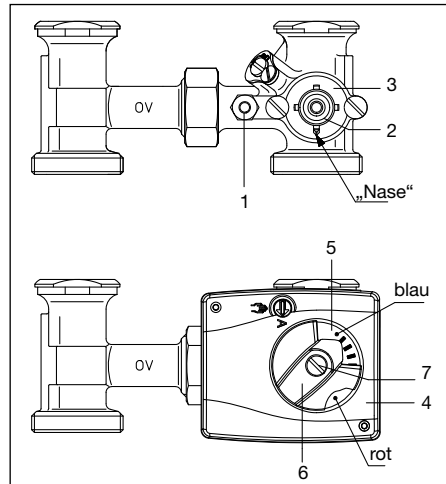

Abb. 5.6 Montage 3-Wege-Mischhahn DN25 / DN32
- Verdrehsicherung (1) fest an das Mischergehäuse montieren.
- Adapter (2) bis zum Anschlag auf das Mischerküken (3) stecken. Abflachung beachten!
- Stellmotor (4) auf die Mischerachse setzen.
- Drehrichtungsanzeige (5) gemäß Abbildung 5.6 auf den Stellmotor legen.
- Handverstellgriff (6) mit Pfeilmarke im blauen Bereich auf die Mischerantriebswelle stecken (Auslieferungszustand: Gegenuhrzeigersinn gegen Anschlag, Betriebsstellung „A“ Automatik).
- Schraube (7) mit Fächerscheibe einstecken und mit einem Drehmoment von >5Nm anziehen.